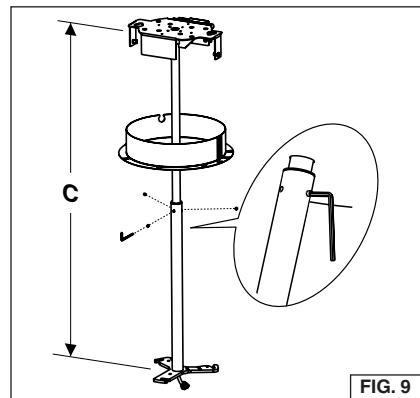

FIG. 9
4. Instale y apriete los tres (3) tornillos de fijación con la llave hexagonal que se incluye en la bolsa de piezas. Fig.9